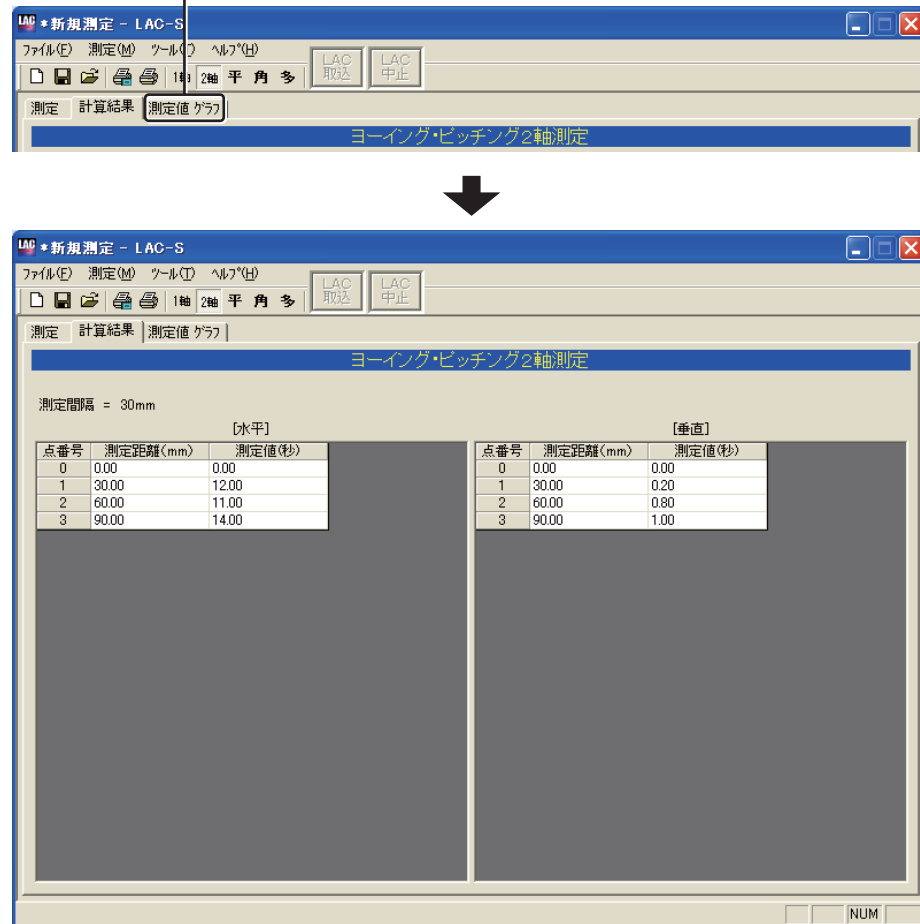

図5-7-11
5.7.2で行った「計算結果」を表示します。ヨーイング・ピッチング2軸測定画面の[測定結果]タブをクリックすると「計算結果」が表示されます(図5-7-11)。